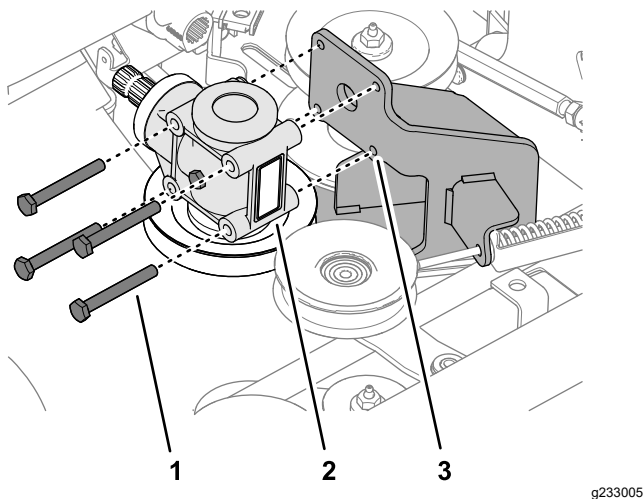

Figura 118
2. Retire los 4 pernos que sujetan la caja de engranajes de la carcasa de corte al soporte de la caja de engranajes (Figura 118).
1. Alinee los orificios en la caja de engranajes de la carcasa de corte con los orificios en el soporte de la caja de engranajes; consulte la Figura 118 en Retirada de la caja de engranajes (página 83).